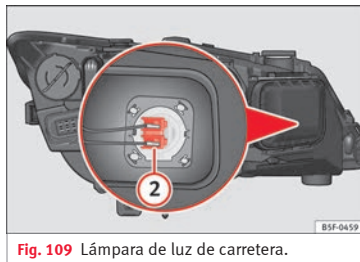

Fig. 109 Lámpara de luz de carretera.
- Presione lateralmente el conector » **fig. 109 ②** a la izquierda o derecha y tire.